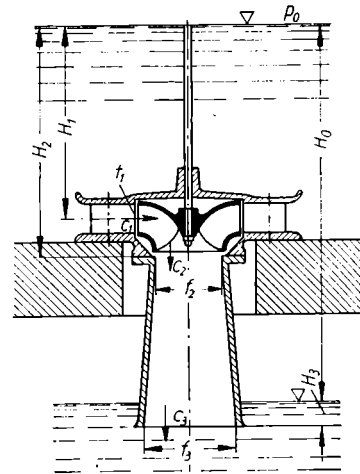

Bild 264
84. Bei einer Überdruck-Wasserturbine nach Bild 264, deren Laufrad vollständig unter Wasser läuft, ist $H_0 = 2,5 \text{ m}$, $H_1 = 1,5 \text{ m}$, $H_2 = 1,7 \text{ m}$, der freie Querschnitt am Ende der Leitschaufeln $f_1 = 0,033 \text{ m}^2$, am Anfang des Saugrohres $f_2 = 0,07 \text{ m}^2$ und am Ende des Saugrohres $f_3 = 0,105 \text{ m}^2$. Barometerstand 760 Torr . Die übertragene Arbeit entspricht einem Druckhöhenverlust $A = 1,9 \text{ m}$, die Verluste im Laufrad betragen $h_v = 0,485 \text{ m}$.